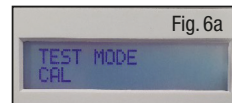

Fig. 6a
- raccordez le cordon d'alimentation à l'unité d'alimentation et à la prise de courant. Allumez l'unité d'alimentation tout en appuyant sur le bouton indiquant une flèche vers le bas. Une fois que l'unité d'alimentation a démarré, relâchez le bouton fléché vers le bas. Cela vous permet d'entrer dans le mode test. L'unité d'alimentation affichera « CAL MODE TEST » (Fig. 6a).